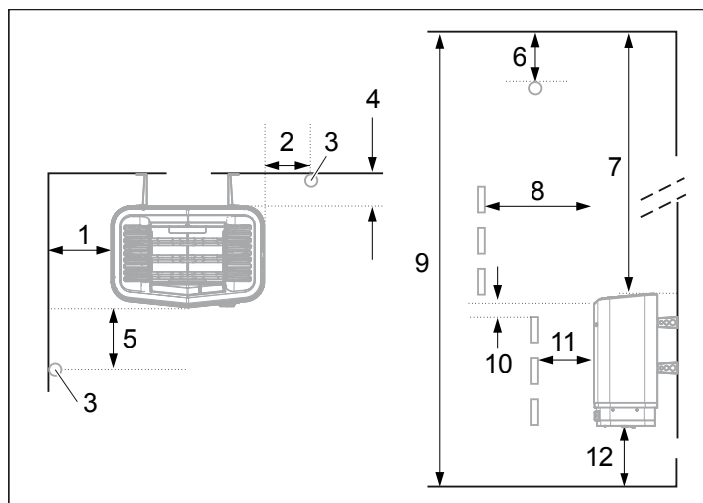
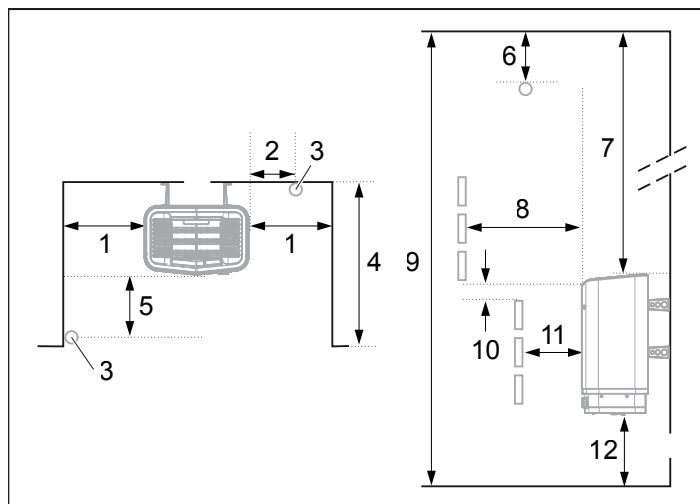

Fig 3: Placering av bastuaggregatet - normalmontage
Fig 5: Placering av bastuaggregat - nischmontage
- Planera sensors placering (se Fig 3 samt Fig 5).
- på samma vägg som dörren (endast i undantagsfall på sidoväggen, men då mycket nära dörrväggen). Aggregatet kan också placeras i nisch (se Fig 5).
- på säkert avstånd till golvet, sidoväggar och inredning (se Fig 3).
Placera sensorn enligt bilden (se Fig 3).
1. Placera aggregatet på säkert avstånd till golv, sidovägg och inredning (se Fig 5).
2. Placera sensorn enligt bilden (se Fig 5).